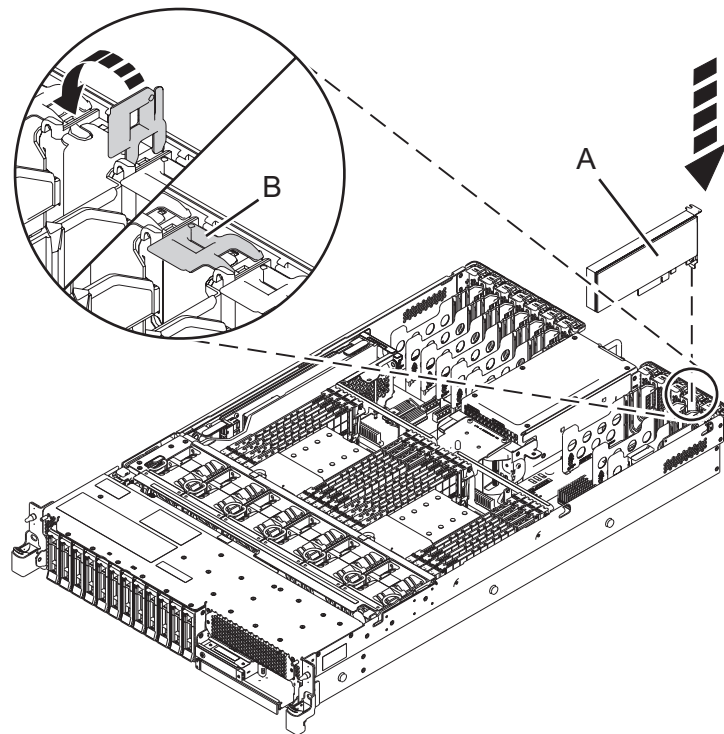

Figure 6. Installation ou remise en place d'une carte PCIe dans le système 5148-21L, 5148-22L, 8247-21L, 8247-22L, 8284-21A ou 8284-22A
8. Si le loquet de la carte (**B**) sur l'emplacement cible n'est pas déjà en position ouverte, mettez-le en position ouverte en le tirant vers l'extérieur de sa patte située à l'arrière du système, comme illustré dans la figure 6, à la page 11.
9. Saisissez avec précaution le bord supérieur ou la contre-poupée de la carte et alignez la carte avec l'emplacement et son connecteur sur le fond de panier du système (**A**), comme illustré dans la figure 6.
11. Pour verrouiller la carte dans son emplacement, tournez son loquet (**B**) dans la direction illustrée dans figure 6.